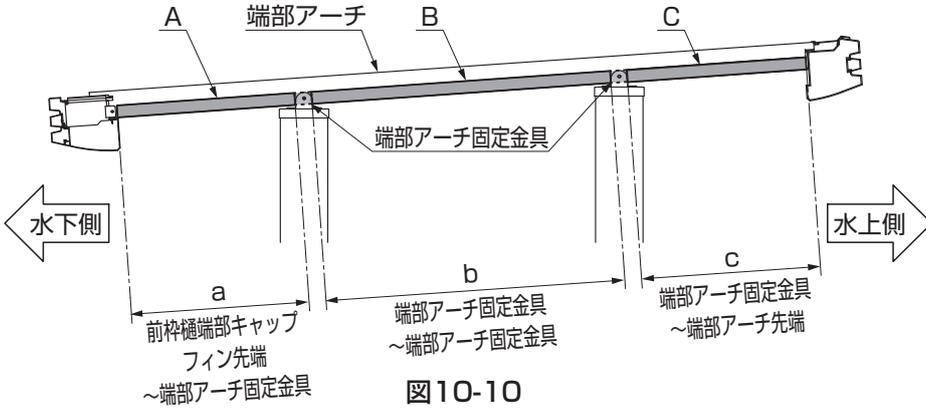
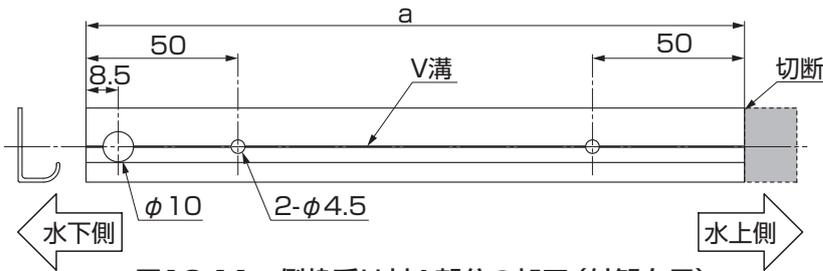
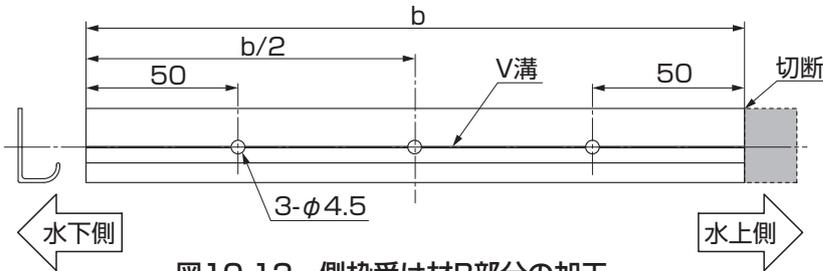

図10-10
図10-11 側枠受け材A部分の加工 (外観右用)
図10-12 側枠受け材B部分の加工
(図10-10、図10-11、図10-12、図10-13参照)
- 図10-11、図10-13は右用です。左用は左右対称となります。
- 図10-12は左右共通です。
(2) 側枠受け材の取付け